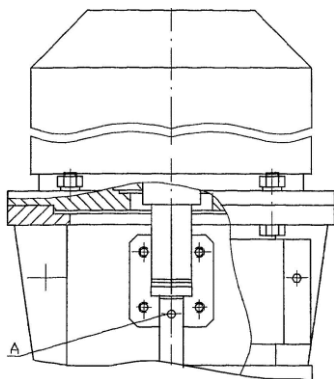

Рис. 8.
- 5) зафиксировать положение муфты по отношению к валу с помощью монтажного штифта, установив его в отверстие А (см. рис. 8);